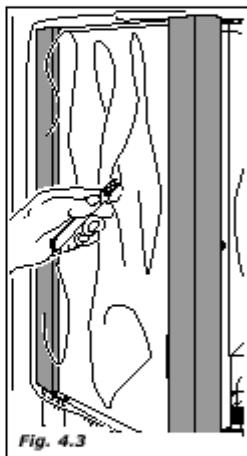

Fig. 4.3
- освободите торговый аппарат от упаковки, разрежьте защитную пленку, в которую он завернут, а также разрежьте одну из защитных накладок на углы (рис. 4.3).